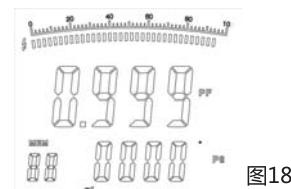
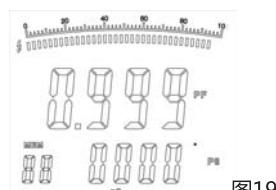
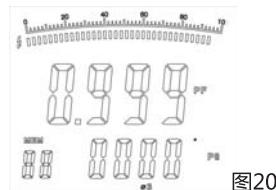

图18
图19
图20
• 测量三相四线操作请参照: 图18, 图19, 图20, 按SEL键选择第一相, 如图18。
按SEL键选择第二相, 如图19:
按SEL键选择第三相, 如图20: